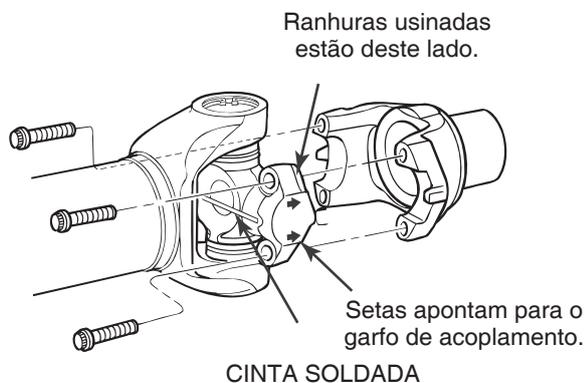

Figura 4.41
1. Antes de instalar os parafusos, verifique se a junta universal está totalmente encaixada no garfo terminal. As setas na bucha de asa devem apontar para o garfo de acoplamento. Figura 4.41.